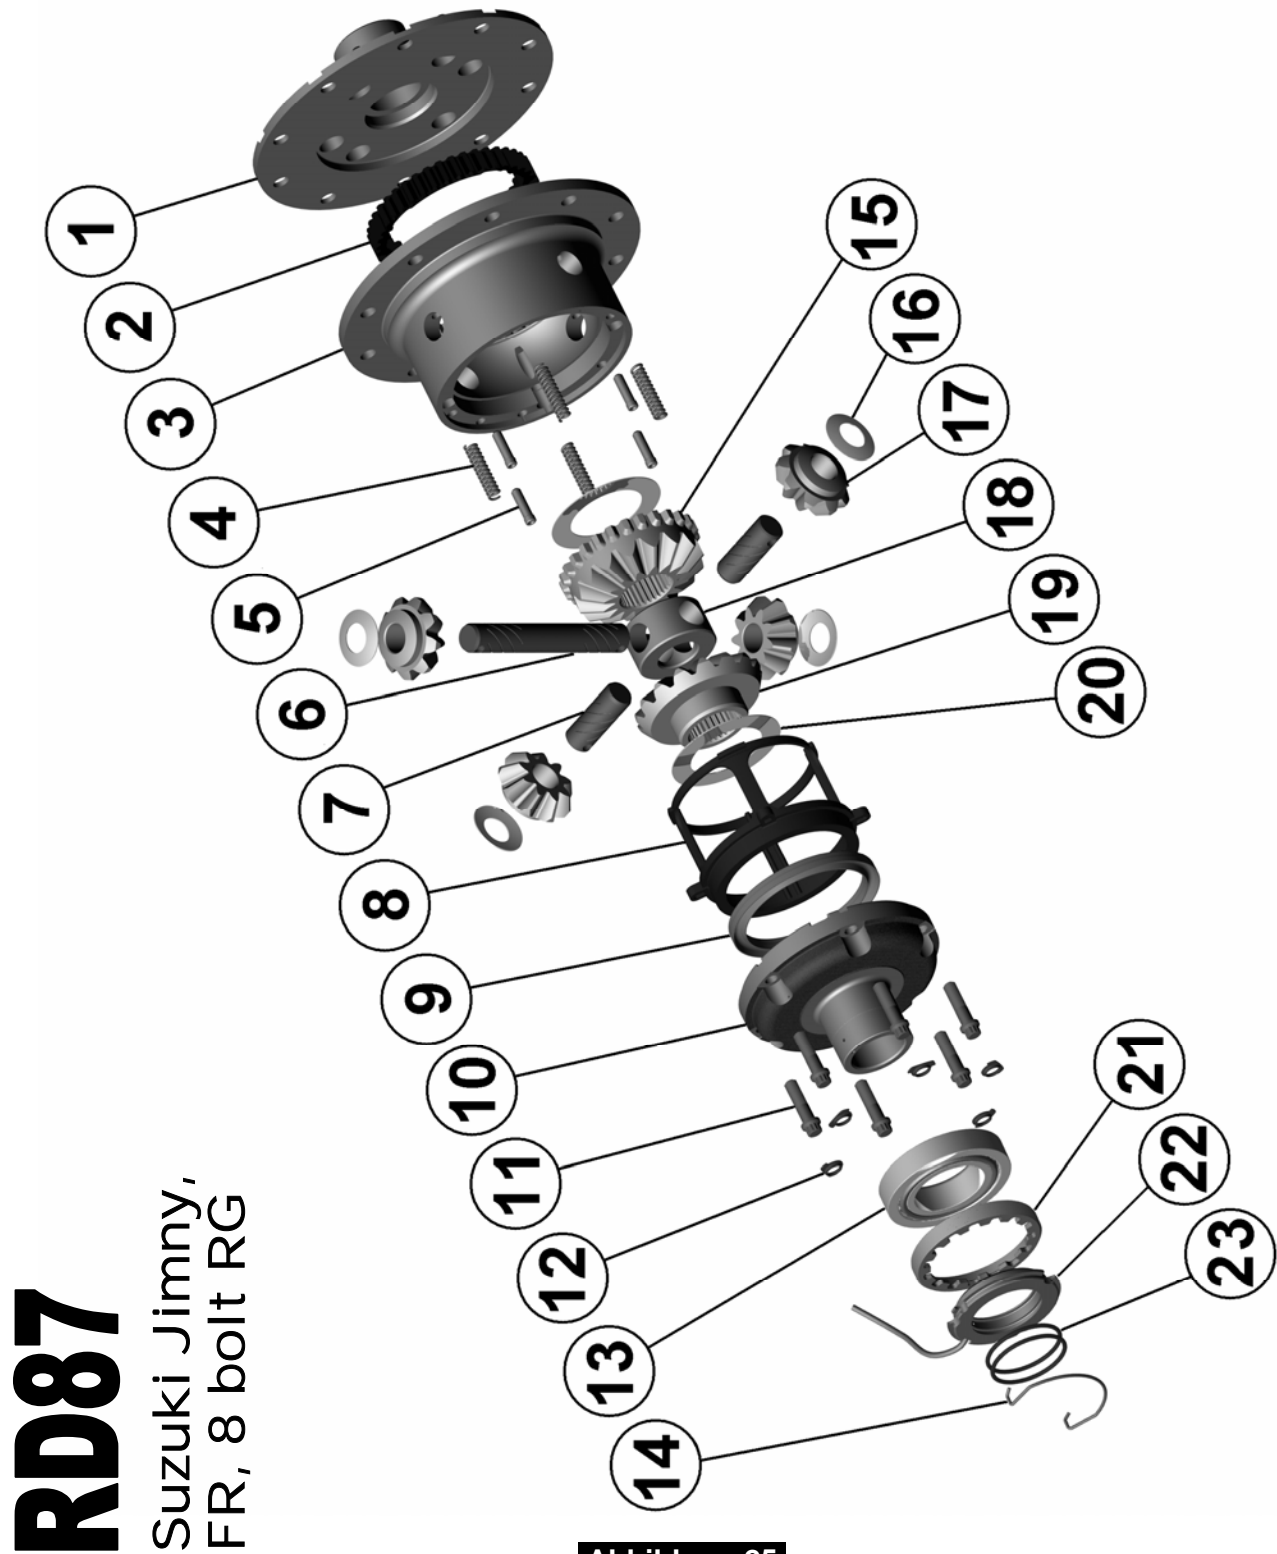

Abbildung 25.
- Wenn Sie zwei Air Locker in Ihrem Fahrzeug installieren, sollten die Kontrollschalter und Magnetspulen in Übereinstimmung mit Abbildung 25. verkabelt werden. Aus Sicherheitsgründen erlaubt diese Konfiguration ein Einschalten von MAGNETSPULE 2 nur dann, wenn MAGNETSPULE 1 bereits eingeschaltet ist.
(Siehe Explosionszeichnung in Abb. 25.)